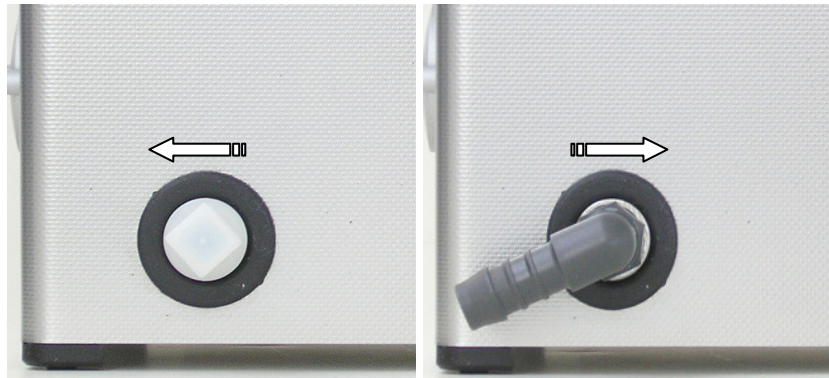

Bild 5.1.1 Ablauf mit Verschlussstopfen Auslieferungszustand    Bild 5.1.2 Ablauftülle montiert
1. Schrauben Sie die werkseitig angebrachte Schraubkappe aus Kunststoff im Gegenuhrzeigersinn ab (*siehe Bild 5.1.1*).